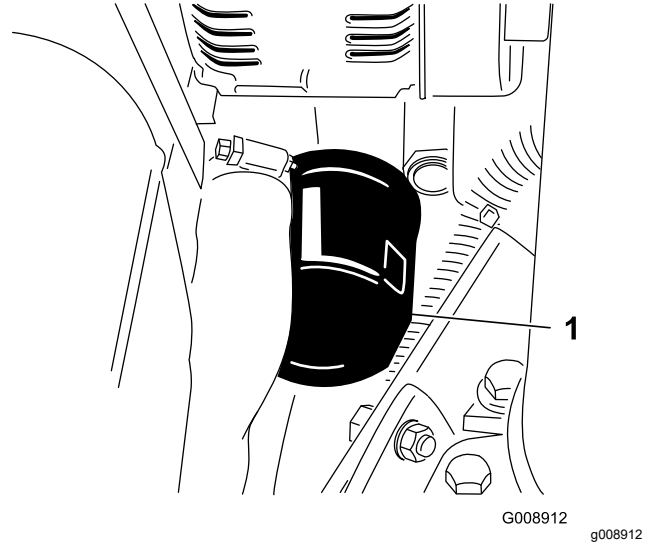

Figura 56
3. Retire el filtro de aceite (Figura 56).